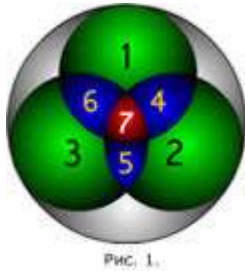

Рис. 1.
**Традиционно мехатронику представляют как единство трех частей (рис. 1)**